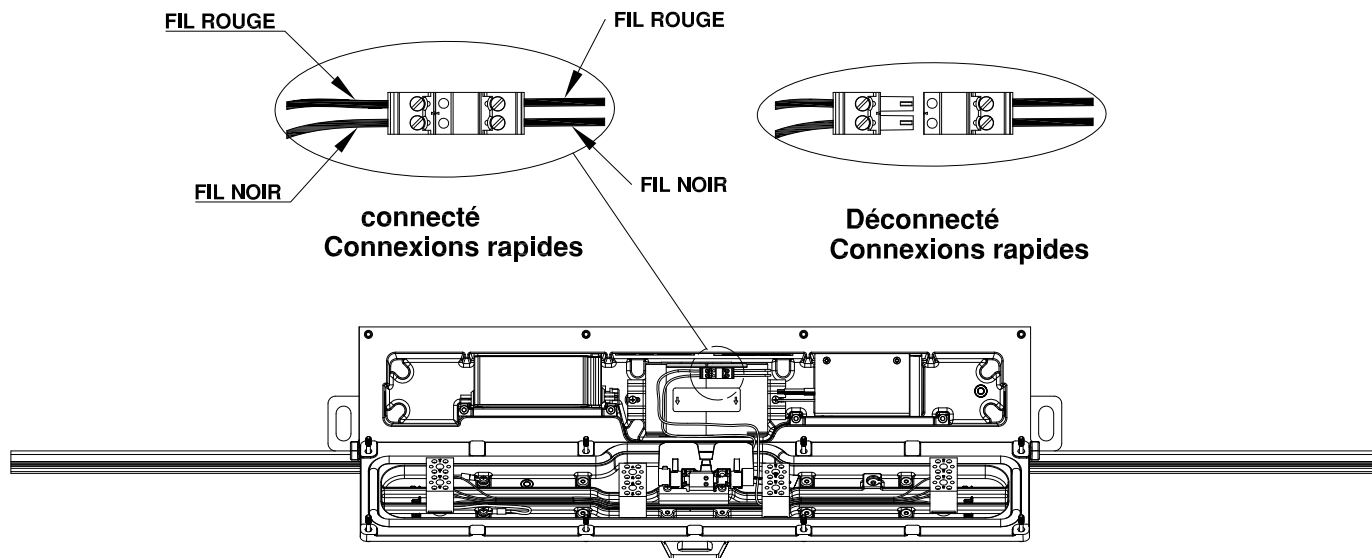

FIGURE 15: VUES DES LUMINAIRES (METHODE DE DECONNEXION)
- a. Désactivez «Connexion rapide du bloc batterie». Pour plus de détails, reportez-vous à l'image ci-dessous (Figure 15).
- b. Attendez cinq (5) secondes.
- c. Rebranchez le «module de connexion rapide du bloc batterie». Pour plus de détails, reportez-vous à l'image ci-dessous (Figure 15).